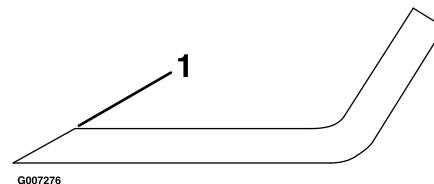

**Bild 46**
2. Halten Sie die Messerschraube mit dem Schraubenschlüssel, halten Sie die Messerspindel fest, nehmen Sie einen dicken Lappen oder Handschuh und versuchen Sie, das Messer zu drehen. Wenn sich das Messer im Verhältnis zur Spindelschutzvorrichtung ohne weiteres Anziehen der Messerschraube dreht, ist die Federscheibe flach gedrückt oder beschädigt, und die Schraube und die Scheibe müssen ausgewechselt werden (Bild 46). Siehe „Entfernen der Messer“ und „Einbauen der Messer“.
Halten Sie das Messerende mit einem dicken Lappen oder Handschuh (oder setzen Sie einen Schraubenschlüssel oben auf die Scheibenmutter an). Entfernen Sie die Messerschraube und die Scheibe, die Scheibe und das Messer von der Spindelwelle (Bild 46).
1. Setzen Sie das Messer auf die Spindelwelle (Bild 46).